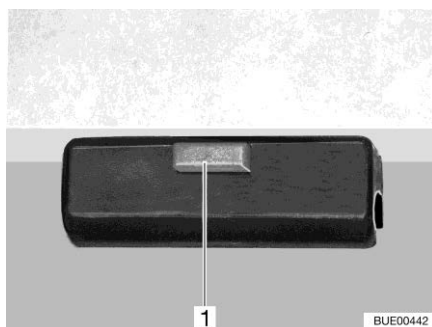

Bild 97 Lås
- Lossa låset (Bild 97,1) på bordsskivan.